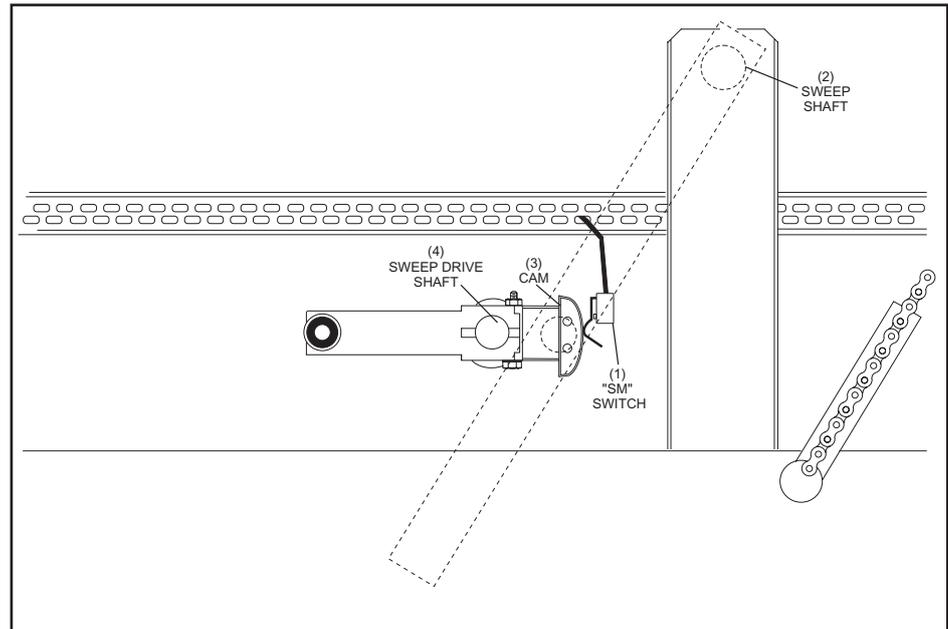

Figure 1-25. Commutateur SM fermé - Balai vers l'avant.
Une fois que le balai est abaissé en position de protection, le moteur tourne l'arbre du balai dans le sens des aiguilles d'une montre. Ce qui fait tourner les bras de bielle du balai et entraîne le bras du balai vers l'arrière puis vers l'avant. Les six rouleaux guides montés sur le chariot de balayage permettent d'assurer que les rouleaux du chariot roulent régulièrement et sans heurt dans le chemin de balayage. Lorsque la came du côté droit du bras de bielle active le commutateur du moteur du balai (SM), ce dernier s'éteint et son frein interne s'engage pour éviter que le moteur ne fonctionne au point mort. Ce qui permet au balai de s'arrêter exactement sur la position la plus en avant possible. Reportez-vous à la Figure 1-25.
- (1) COMMUTATEUR « SM »
- (2) ARBRE DU BALAI
- (3) CAME
- (4) ARBRE D'ENTRAÎNEMENT DU BALAI